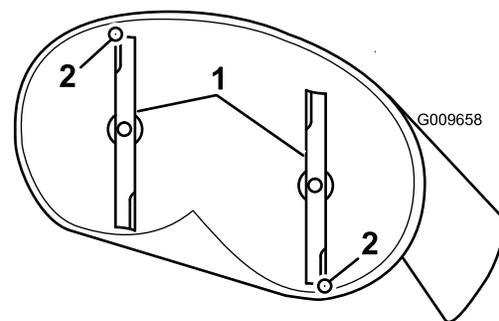

Figure 56
4. Faites pivoter la ou les lames avec précaution pour faire passer les pointes avant à l'arrière (Figure 56).
5. Mesurez la distance entre la pointe de la lame avant et la pointe de la lame arrière par rapport à la surface plane (Figure 56).
de la lame soit de 1,6 à 8 mm (1/16 à 5/16 po) plus bas de la pointe arrière (Figure 56).